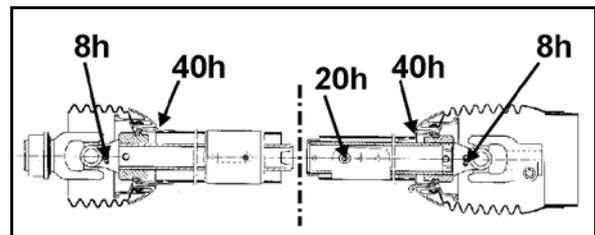

Fig. 133
- 5.2 La manguera del agitador (Fig. 133/4) se debe desatornillar (empezando por la llave **C**) del depósito del caldo de pulverización.